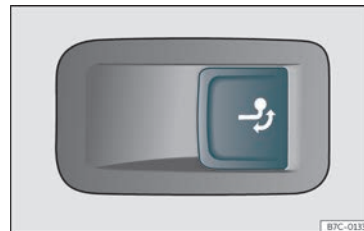

Fig. 250 No lado direito da bagageira: botão para desbloquear o engate de bola.
- Puxe o botão »» **Fig. 250** de forma breve. O gancho de reboque desbloqueia-se eletricamente e roda-se automaticamente para fora. A luz de controlo do botão pisca.
- Puxe o botão »» **Fig. 250** de forma breve. O gancho de reboque desbloqueia-se eletricamente.
- Se o aviso de controlo do botão »» **Fig. 250** → *pisca*, significa que o gancho de reboque ainda não encaixou corretamente ou está danificado »» .
- Se a luz de controlo »» **Fig. 250** → *permanecer acesa* com a porta da bagageira aberta, o gancho de reboque está corretamente encaixado, tanto quando está retirado como quando está oculto.
- Não pressione nunca o botão »» **Fig. 250** quando tiver um reboque engatado ou estiver montado um porta-bagagens ou outros acessórios sobre o gancho de reboque.